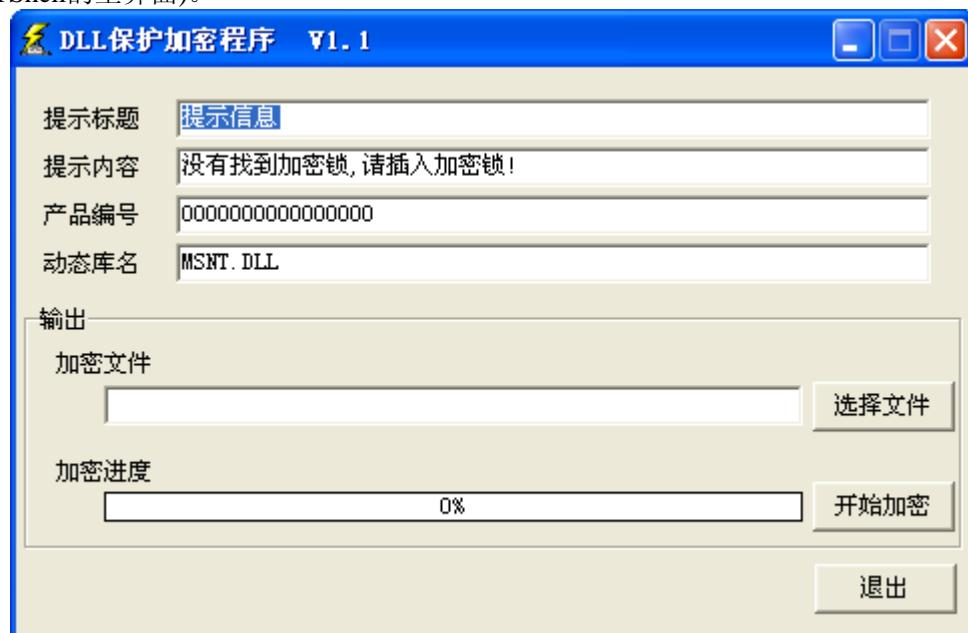

图 7.16 DllNTShell 主界面
5. 双击“D:\NT112 DLL文件保护\DllNTShell.exe”文件，将会弹出如图7.16所示的对话框(DllNTShell的主界面)。